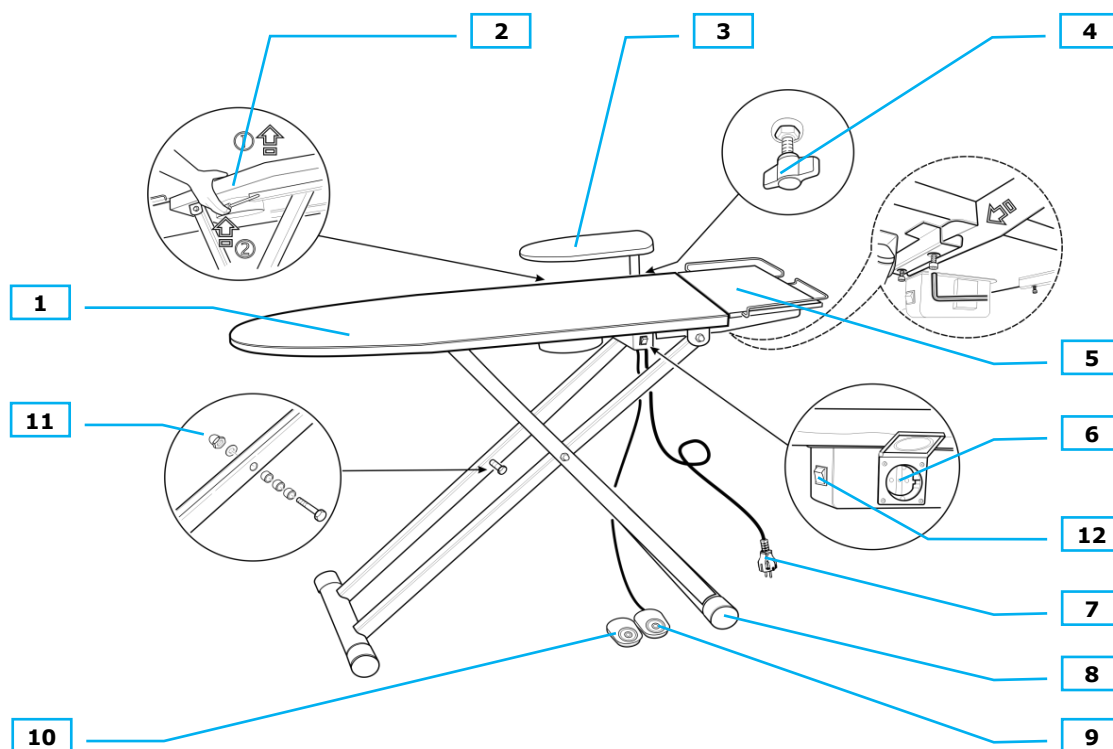

Fig. 1
2. Estrarre l'EOLO/ZEFFIRO dalla scatola (fig. 1).